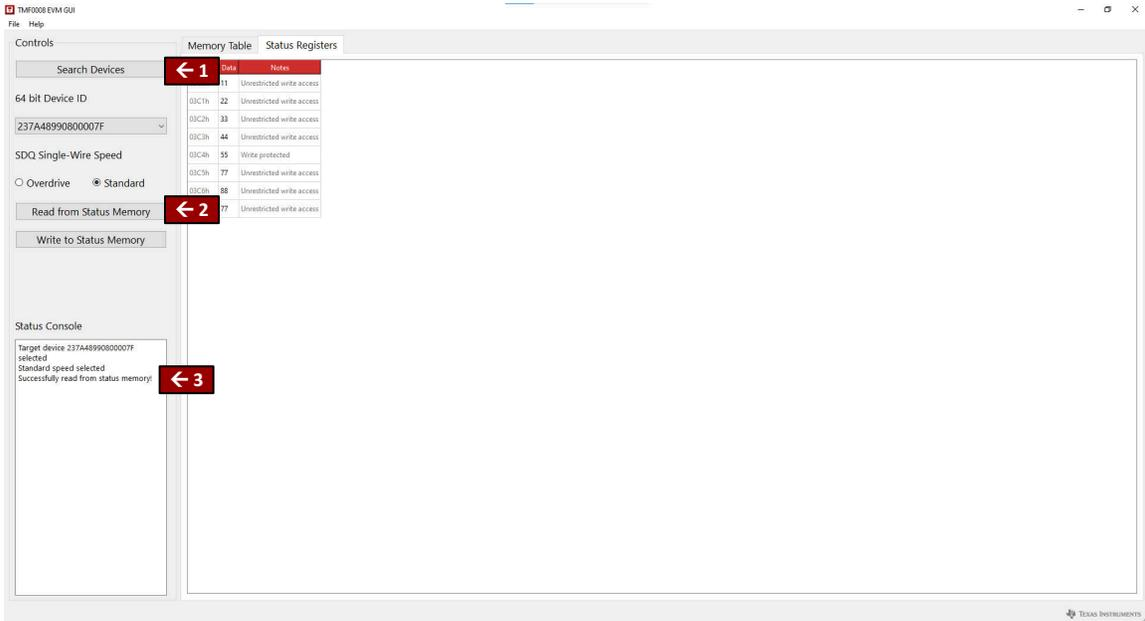

图 2-17. 从状态存储器中读取
*Read from Status Memory* 按钮 (图 2-17 所示) 用于从所选器件的状态存储器中读取数据，并自动将该存储器数据填充到表中。